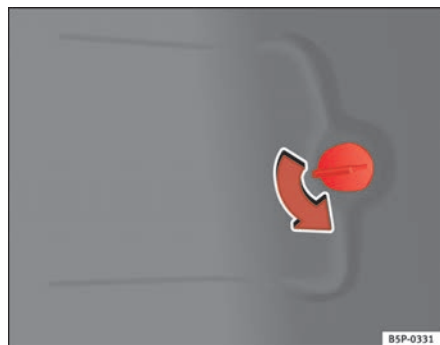

Fig. 193 Luci sulla carrozzeria
- Rimuovere lo sportello del pannello laterale del bagagliaio ⇒ fig. 193.